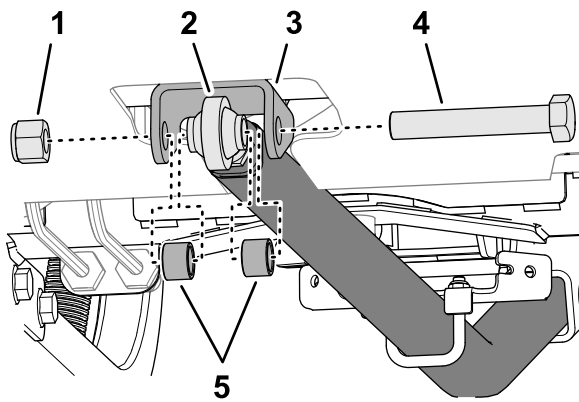

図 13
8. 牽引バーのロッド端部にある穴を、後フレームバルクヘッドの牽引バーマウントの穴に合わせて 図 13。
9. ロッド端をマウントに取り付けるキャップスクリュー $\frac{3}{4}$ x 4- $\frac{1}{2}$ "、ロックナット $\frac{3}{4}$ "を使用して図 13 のように取り付ける。